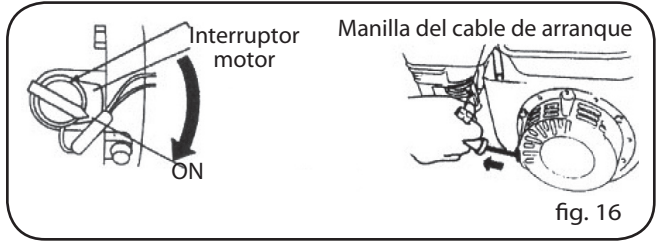

fig. 16
3. Ponga en marcha el motor (Fig. 16).